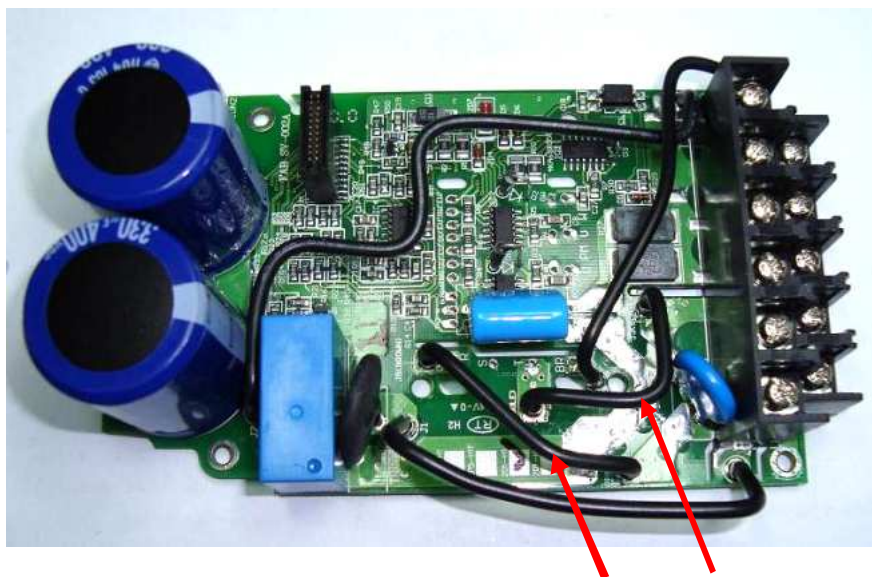

Рис. 7.5
7.3.2. Взять новую драйверную плату. На плате раскусить две перемычки, показанные красными стрелками на рис.7.5.